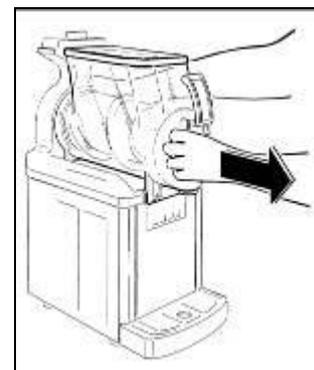

Fig. 8
- Tirer le bac vers l'extérieur et le libérer de son logement (fig.8).